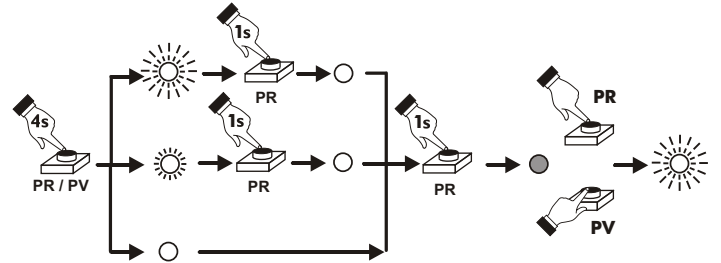

Fig. 5
9.2 Relaisfunktionsänderung rotes Relais RR (grünes Relais RV) (Abb. 5)